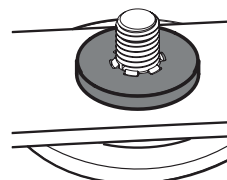

Figure 63
2. Placez soigneusement la rondelle plate sur l'arbre à broche. Veillez à ce que les cannelures à la base du filetage de l'arbre à broche soient alignées avec les cannelures de la rondelle (Figure 63).